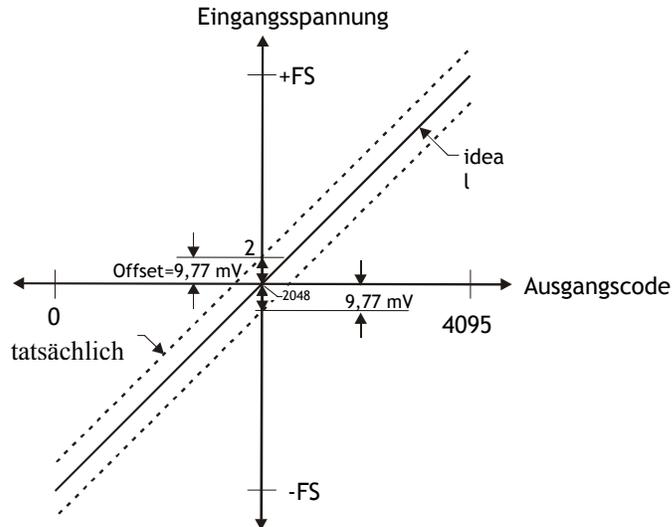

Abb. 3-10 A/D-Wandlungs-Übertragungsfunktion mit Offsetfehler
Der Offsetfehler des RedLab 1008 wird in der Skalenmitte berechnet. Im Idealfall sollte eine Eingangsspannung von  $0\text{ V}$  einen Ausgangscod von 2048 erzeugen. Jeder davon abweichende Wert ist ein Offsetfehler. Abb. 3-10
**Der Genauigkeits-Graph in Abb. 3-10 ist so angelegt, dass nicht Maßstabstreue, sondern Klarheit und Übersichtlichkeit im Vordergrund stehen.**